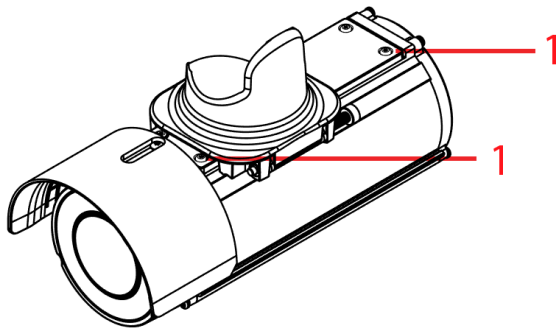

Figure 10
- E. Fixez le bras de montage sur la caméra à l'aide des quatre vis T10 (1) (Figure 10) de la plaque du bras de montage.